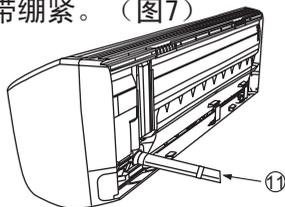

图7
- (1) 当要把铜管从后面引出时，将铜管、排水管和连接电缆一起用附件 ① 胶带绷紧。（图7）